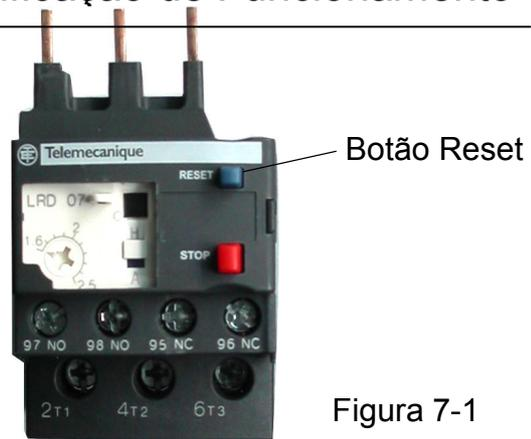

Figura 7-1
9. Se o motor de accionamento está protegido como sobrecarga ou temperatura elevada, por favor assegure a razão de protecção no início. Quando resolver um problema, em seguida pressione o botão reset (botão de cor azul) no relé térmico mostrado na Figura 7-1. O relé térmico está localizado ao lado esquerdo do redutor.